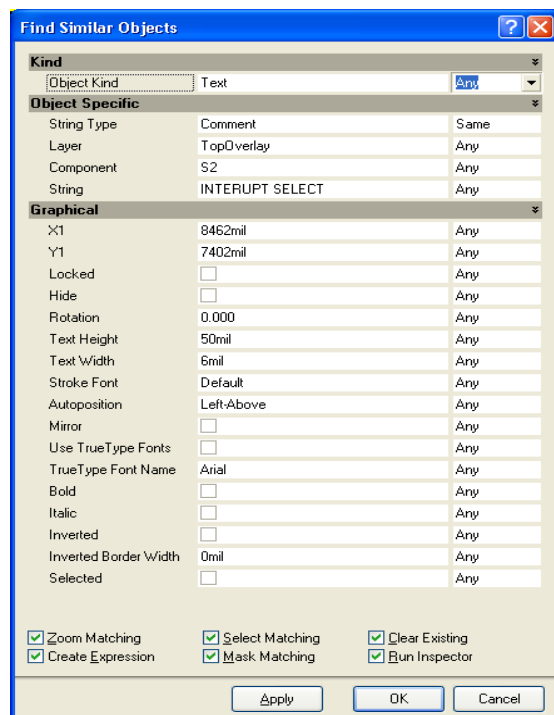

图 61 用 Find Similar Objects 对话框高亮所有元件注释
- ④ 点击 **Apply** 将会运行查找匹配的对象, 击 **OK** 将会关闭该对话框, 并运行搜索。
- 这个将选择所有跟查找标准相匹配的对象。图 61 用 **Find Similar Objects** 对话框高亮所有元件注释
- ④ 61 显示了 *Find Similar Objects* 对话框配置查找并选择所有 PCB 元件标识的字符串。
- ④ 激活 **Run Inspector** 复选框可以自动启动 **Inspector**, 在 **Inspector** 可以编辑选中的元件的属性。